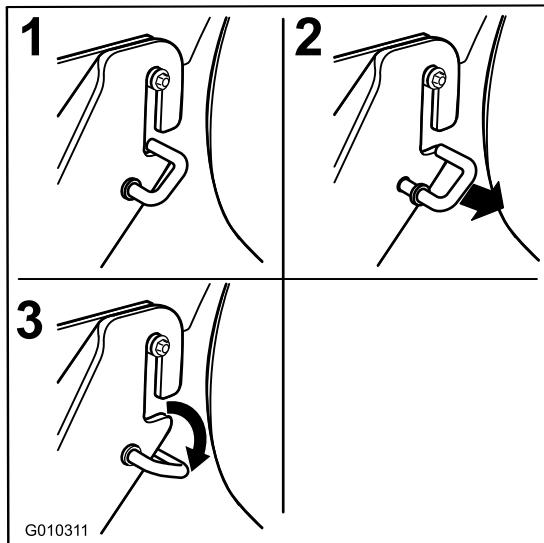

Bild 71
1. Bewegen Sie an beiden Seiten des Mähwerks die gefederten J-Haken aus dem Schlitz in den hinteren Hängeprofilhalterungen (Bild 71).
6. Befestigen Sie die vordere Stütze am Mähwerk an den vorderen Mähwerkhangprofilen und befestigen sie mit einer Scheibe und einem Splint (Bild 71).